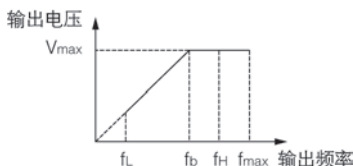

图 F0-1 电压与频率示意图
最大输出频率是变频器允许输出的最高频率，是加减速时间设定的基准，如下图所示的  $f_{max}$ ；基本运行频率是变频器输出最高电压时对应的最小频率，一般是电机的额定频率，如下图所示的  $f_b$ ；最大输出电压  $V_{max}$  是变频器输出基本运行频率时，对应的输出电压，一般是电机的额定电压；如下图所示的  $V_{max}$ ； $f_H$ 、 $f_L$  分别定义为上限频率和下限频率，如图 F0-1 所示：
- ◇ 最大输出频率、上限频率、下限频率的关系如上图 F0-1 所示，设置时请注意大小顺序；